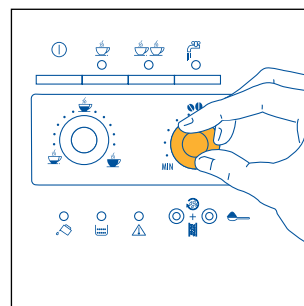
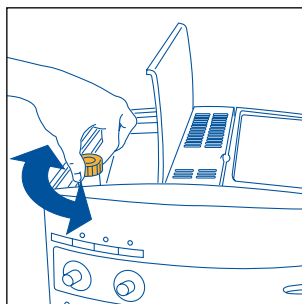

Fig.7
Fig. 17
- 2) Com o botão do lado direito (fig. 7) defina o sabor desejado do café. Quanto mais rodar para a direita, maior será a quantidade de café em grão moído pela máquina e, logo, mais forte será o sabor do café obtido. Na primeira utilização, é necessário fazer várias tentativas e tirar mais do que um café, a fim de encontrar a posição correcta do botão. Preste atenção para não rodar o botão demasiado para a direita. Se o fizer, poderá obter uma extracção demasiado lenta (às gotas), sobretudo quando se tiram duas chávenas de café.
NOTA 1: Se o café sair às gotas ou não sair de todo, é necessário rodar o botão de regulação da moagem (fig. 17) um nível para a direita (consulte o par. 6). Avance um nível de cada vez até obter uma extracção satisfatória.
NOTA 2: Se o café sair de forma demasiado rápida e se o creme não for satisfatório, rode ligeiramente o botão do lado direito (fig. 7) no sentido dos ponteiros do relógio. Faça várias tentativas e tire mais do que um café, a fim de encontrar a posição correcta do botão. Preste atenção para não rodar o botão demasiado para a direita. Se o fizer, poderá obter uma extracção demasiado lenta (às gotas), sobretudo se tirar duas chávenas de café. Se, ao fim de alguns cafés, não obtiver um creme satisfatório, rode também o botão de regulação da moagem (fig. 17) um nível para a esquerda (consulte o par. 6).
Para resolver este problema, é necessário regular o grau de moagem do moinho de café, rodando o botão de regulação da moagem (fig. 17) um nível para a esquerda (conforme descrito no cap. 6).
O moinho de café não deve ser regulado, pelo menos inicialmente, pois já se encontra regulado de origem para obter uma extracção correcta do café. Se, porém, depois de tirar os primeiros cafés, a extracção estiver demasiado rápida ou lenta (às gotas), será necessário corrigi-la com o botão de regulação do grau de moagem (fig. 17). Rodando-o um nível para a direita (o equivalente a um número), obtém-se uma extracção de café mais rápida (sem gotas).